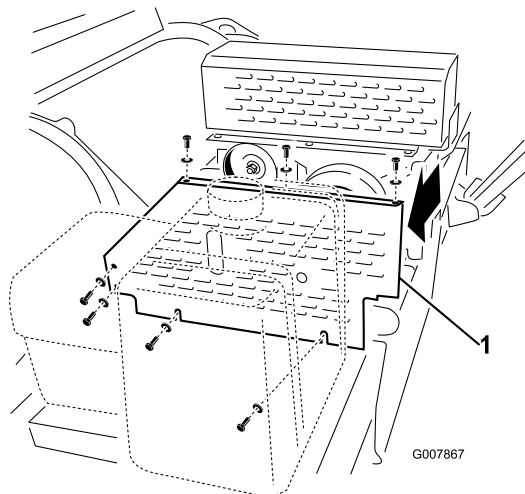

Figura 53
1. Retire a cobertura da correia (Figura 53).